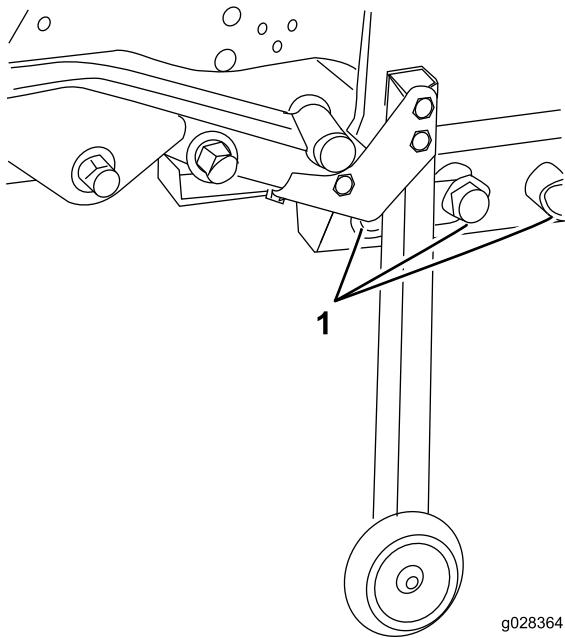

Bild 101
23. Nehmen Sie die Schrauben (3/4"), Scheiben und Muttern (drei an der linken Seite und zwei an der rechten Seite) vorsichtig ab, mit denen der Mähwerkrahmen am Hinterrahmen befestigt ist (Bild 101).